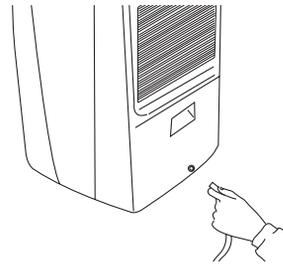
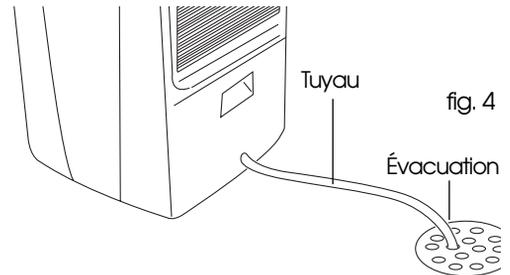

fig. 3
fig. 4
3. Fixez le tuyau flexible sur le raccord (figure 3). Veillez à ce que le tuyau ne soit ni étranglé ni plié. Pour une évacuation correcte, le tuyau ne doit pas surmonter de dénivelés supérieurs à la hauteur du raccord (fig. 4).